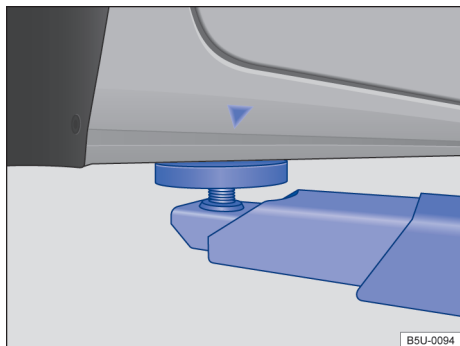
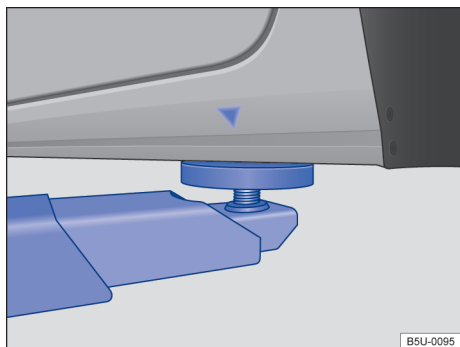

Fig. 174 Puntos de apoyo delanteros para la suspensión con plataforma elevadora o con gato.
Fig. 175 Puntos de apoyo traseros para la suspensión con plataforma elevadora o con gato.
El vehículo debe ser suspendido solamente por los puntos indicados en las figuras → fig. 174 y → fig. 175. Si el vehículo no está suspendido por los puntos indicados, pueden ocurrir daños en el vehículo → ⓘ y lesiones graves → ⚠.
- Suspender el vehículo solamente por los puntos indicados en las figuras → fig. 174 y → fig. 175. Si el vehículo no es suspendido por los puntos indicados, puede caer de la plataforma elevadora cuando, por ejemplo, se desmonta el motor o la suspensión.